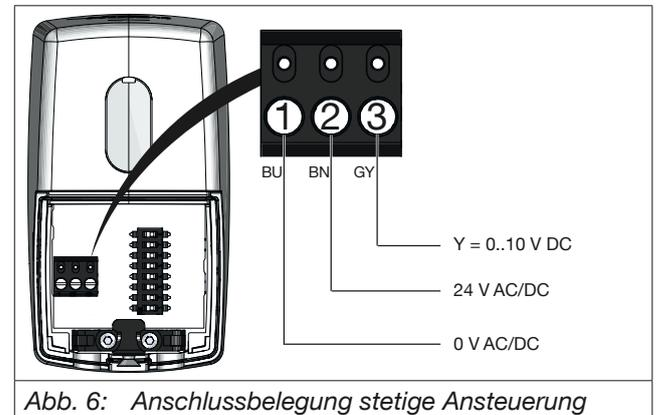
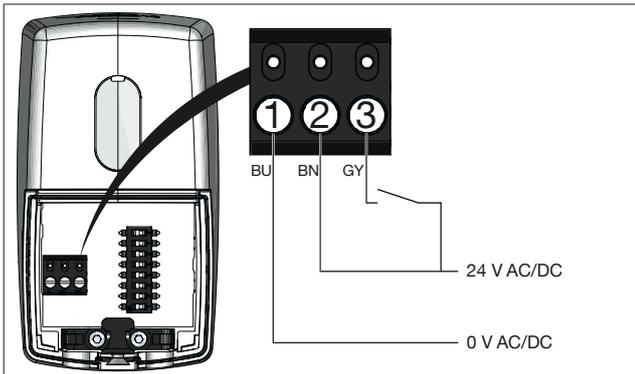

Abb. 6: Anschlussbelegung stetige Ansteuerung
Abb. 8: Anschlussbelegung 2-Punkt Ansteuerung
- ▶ Stellen Sie die Spannungsversorgung entsprechend der gewünschten Belegung in Abb. 6 auf Seite 9 bis Abb. 8 auf Seite 10 her.